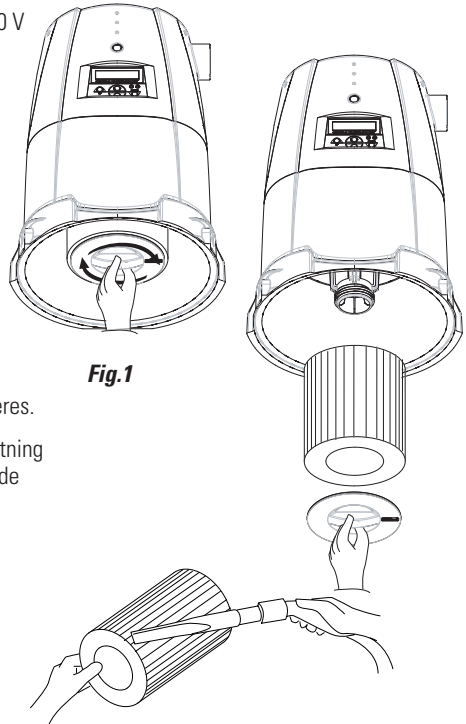

Fig.1
3. Skru filterblokeringen af (fig. 1).